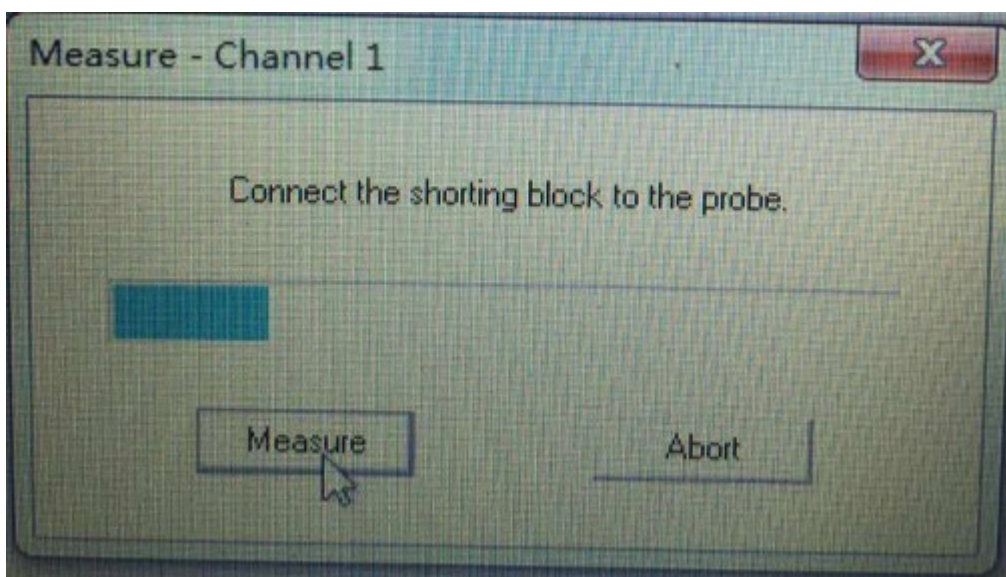

图 11.校准
- 1) 【空气】：将探头底部暴露于空气中，如图 11 所示，点击屏幕上的【Measure】按钮，等待几秒钟，待测量完成后进入下一步；